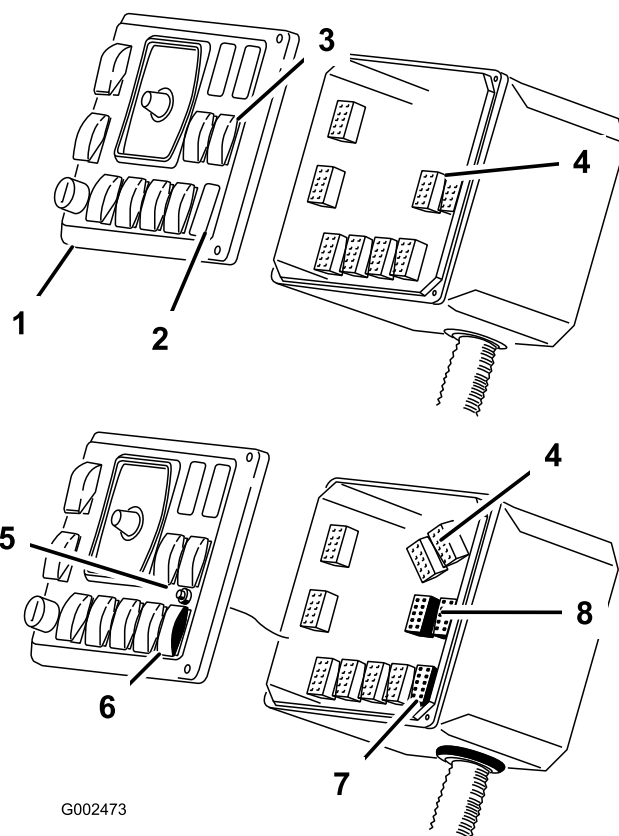

Figura 20
3. Montate la spia da dietro il foro. Fissatela al pannello anteriore con gli elementi di fissaggio inclusi (Figura 20).
4. Rimuovete il tappo dell'interruttore Sonic Boom dal pannello anteriore e montate l'interruttore a bilanciere Sonic Boom (Figura 20).
5. Localizzate e scollegate i connettori degli interruttori di sollevamento delle barre (Figura 20).